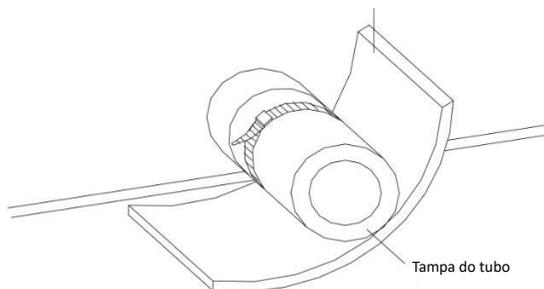

Fig.13 Isolamento térmico do tubo de condensados
a. O tubo de condensados deve manter um ângulo de inclinação de 5~10°, que pode facilitar a drenagem da água. E as juntas do tubo de condensados devem ser isoladas com material isolante para evitar condensação (ver Fig.13).